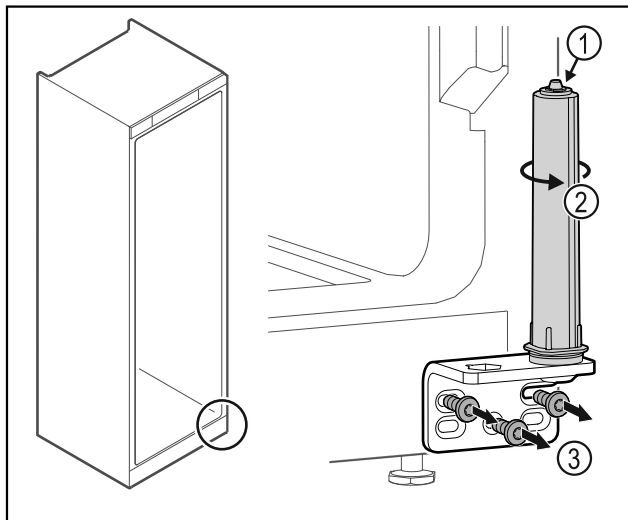

Fig. 37
- Ne pas désassembler le système de fermeture de la porte Fig. 37 (1).
- Tourner le système de fermeture Fig. 37 (2) jusqu'à entendre un clic.
- Dévisser l'équerre de la charnière Fig. 37 (3).